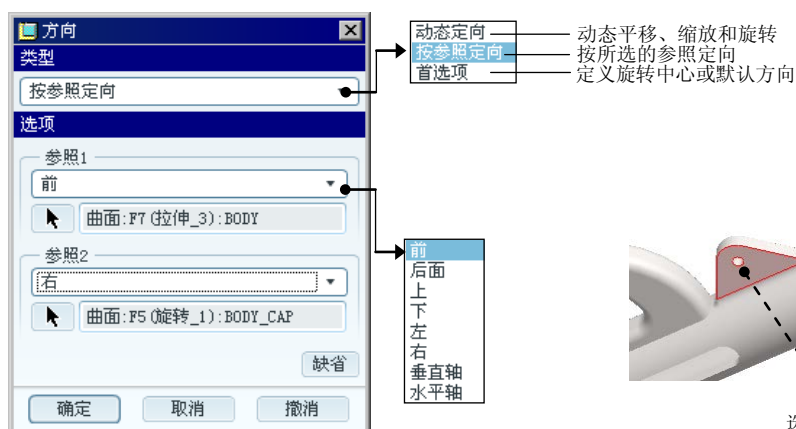

图 9.1.2 “方向”对话框
Step3. 选择 **编辑** ▾ → **重定义** 命令, 系统弹出“方向”对话框; 在 **类型** 下拉列表中选择 **按参照定向**, 如图 9.1.2 所示。